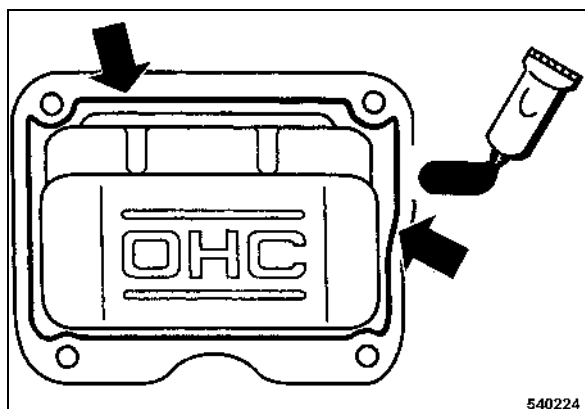

fig. 50
- Appliquer un boudin d'env. 1,5 à 2 mm de diamètre de produit d'étanchéité fluide (Three Bond 1207B ou similaire) sur le côté intérieur du cache-culbuteur (fig. 50).